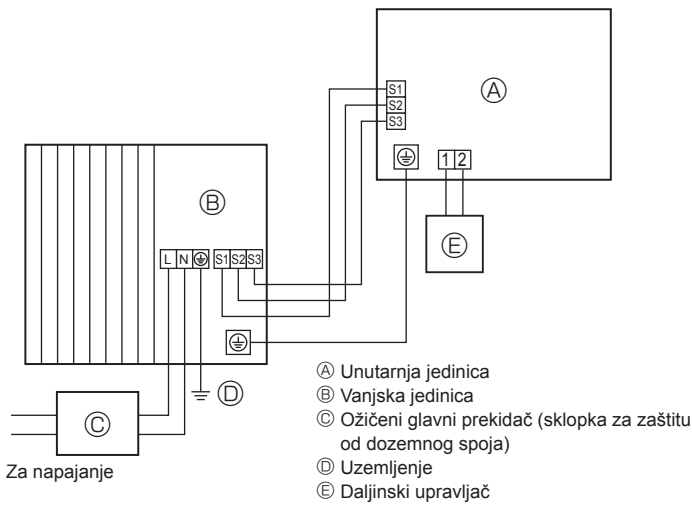
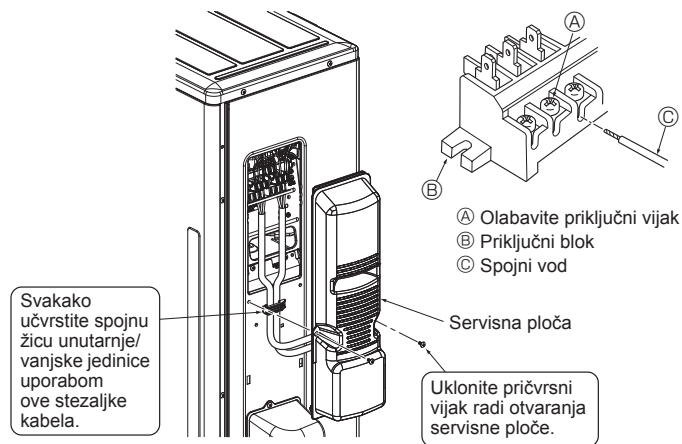
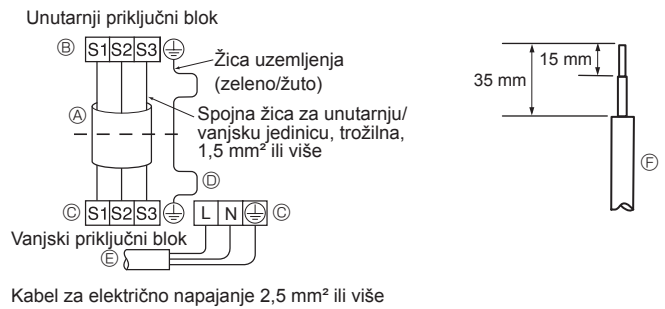

Fig. 6-1
Fig. 6-3
Fig. 6-2
6.1. Vanjska jedinica (Fig. 6-1, Fig. 6-2, Fig. 6-3)
- ① Uklonite servisnu ploču.
- ② Izvedite ožičenje kabela u skladu sa slikama Fig. 6-1, Fig. 6-2 i Fig. 6-3.
- Izvedite ožičenje kako je prikazano na shemi dolje lijevo. (Nabavite kabel u lokalnoj ponudi) (Fig. 6-2)